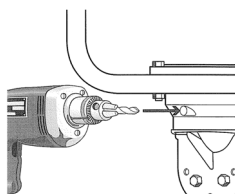

Fig.15
10) スイベルにΦ12の穴(b)を開けてください。(Fig.15)